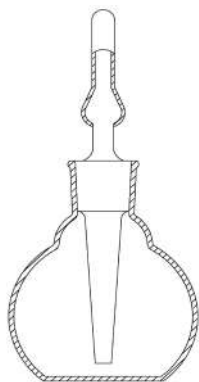

Рис. 101. Капельница
1. **Капельница Страшейна** (рис. 101) - это распространённый вид капельниц, применяемый в медицине и лабораторной деятельности, где необходимо капельно дозировать растворы. Внешне капельница Страшейна представляет собой флакон с узкой пришлифованной горловиной (конусом), изготовлена из светлого или темного химически стойкого стекла. Флаконы комплектуются стандартным стеклянным колпачком - притертой пробкой со встроенной пипеткой. Капельницы Страшейна предназначены для капельного дозирования жидкостей невязкой консистенции, востребованы в химических, фармацевтических и прочих лабораториях. Капельницы Страшейна из прозрачного стекла обычно используют для фотоустойчивых реактивов, а капельницы из темного стекла подходят для фотолабильных реактивов.